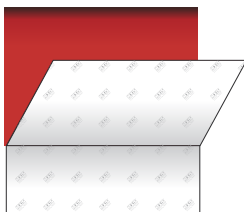

Figure08
- ▶ Enlever alors la charnière, afin de continuer le retrait du liner, en fonction des surfaces rencontrées (cf. sous paragraphes suivants). (FIG. 08)